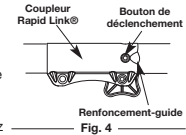

Fig. 4
2. Appuyez sur le bouton de déclenchement et maintenez-le enfoncé (Fig. 4).
REMARQUE: Aligner le bouton de déclenchement avec le renforcement-guide facilitera l'installation (Fig. 4).